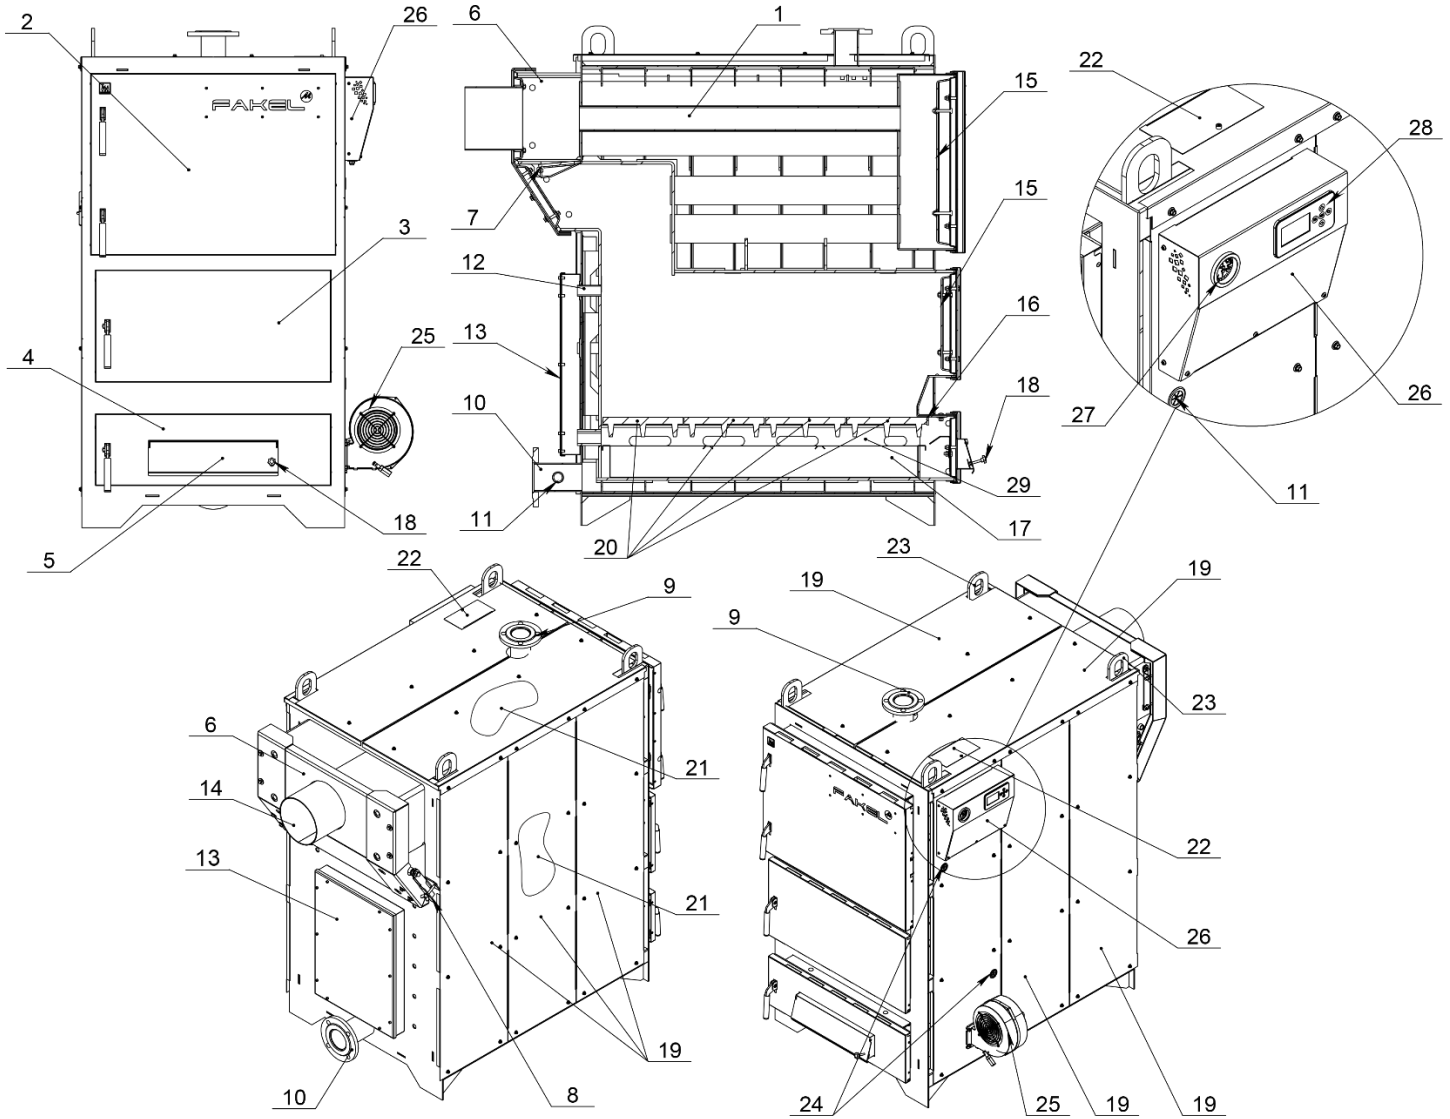
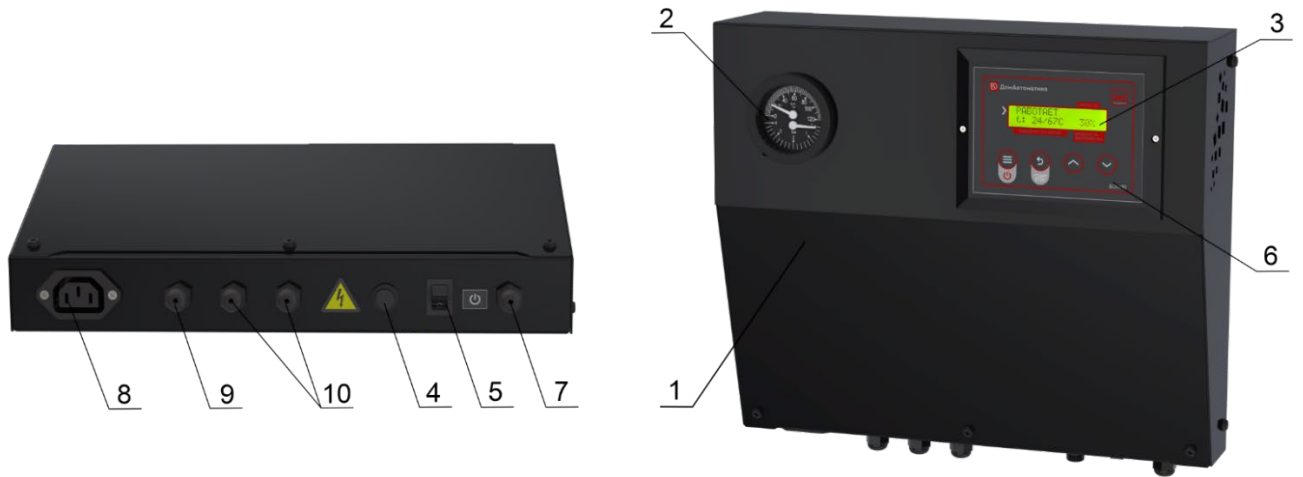

Рис. 1 Устройство котла FAKEL-M
Рис. 2 Панель управления котлом на базе контроллера Eco 100
Основой котла является его корпус. Основными элементами корпуса котла являются камера сгорания и горизонтальный жаротрубный теплообменник (рис.1 поз.1), состоящий из труб конвективного пакета. Камера сгорания котла выполнена из стали толщиной 8 мм. Дымовые газы в котлах серии **FAKEL -M** совершают три хода, проходя по задней стенке котла, а затем по трубам теплообменника котла.
На лицевой части котла установлены загрузочная дверь (рис.1 поз.3), дверь обслуживания теплообменников (рис.1 поз.2) и дверца зольной камеры (рис.1 поз.4). Двери фиксируются с помощью ручек. На задней поверхности котла в зоне разворота топочных газов установлена камера дымовых газов (рис.1 поз.6).
ВНИМАНИЕ! Не допускается эксплуатация котла, с открытой дверцей чистки теплообменников (рис.1 поз.2). **В случае нарушений условий эксплуатации котла, рекламации не принимаются.**
На дверце зольной камеры располагается дверца ручной подачи первичного воздуха (рис.1 поз.5), с ручкой регулировки (рис.1 поз.18).
Пожаробезопасная зольная камера с вместительным зольным ящиком (рис.1 поз.17) удобна при чистке котла.
Наружные поверхности котла облицованы теплоизолирующим материалом (рис.1 поз.21), на основе базальтового волокна и защитно-декоративными панелями (рис.1 поз.19), которые предохраняют владельца котла от контакта с горячими поверхностями корпуса.
Загрузка и дозагрузка топлива в котел производится через загрузочную дверцу (рис.1 поз.3).
При растопке котла и чистке теплообменников предусмотрена заслонка (рис.1 поз.7). Благодаря такому конструктивному решению максимально снижена возможность попадания дыма в помещение, в котлом установлен котел.
Патрубок подающей линии (рис.1 поз.9) расположен в верхней части котла, исключая тем самым скопление воздуха в корпусе котла. Патрубок обратной линия котла (рис.1 поз.10) и место установки сливного крана (рис.1 поз.11) расположены внизу котла на задней стенке.
Вентилятор наддува (рис.1 поз.25) создает избыточное давление под колосниковой зоной для улучшения процесса горения и подключается к котлу через фланец с правой стороны котла. Применение вентилятора наддува дает эффективное и более полное сжигание топлива, а также увеличение времени работы на одной загрузке топлива в котел.
Для повышения КПД, более экологического и чистого сжигания твердого топлива, в котлах предусмотрена система вторичной подачи воздуха в камеру сгорания через отдельные каналы воздуховода топки (рис.1 поз.12).
Температуру воды в котле показывает панель контроллера Eco 100 (рис.1 поз.26), установленная на котел.
Котлы **FAKEL-M** укомплектованы панелью (рис.2) под управлением контроллером Eco 100 (рис.1 поз.26), который регулирует работу вентилятора наддува котла (рис.2 поз.26) по схеме плавной модуляции (PID регулирование). Режим PID Регулирование (Режим AirFlow©) работает как с датчиком уходящих (дымовых) газов, так и без него.
Панель управления дополнительно оснащена дублирующим аналоговым термоманометром капиллярного типа (рис.1 поз.27).
Датчики контроллера и капиллярного термоманометра находятся в верхней части корпуса котла и защищены съемной заслонкой (рис.1 поз.22).
- Открыть дверцу топки (рис.1 поз.3) и вынуть содержимое;
- Подсоединить к патрубку дымохода (рис.1 поз.6) дымовую трубу.